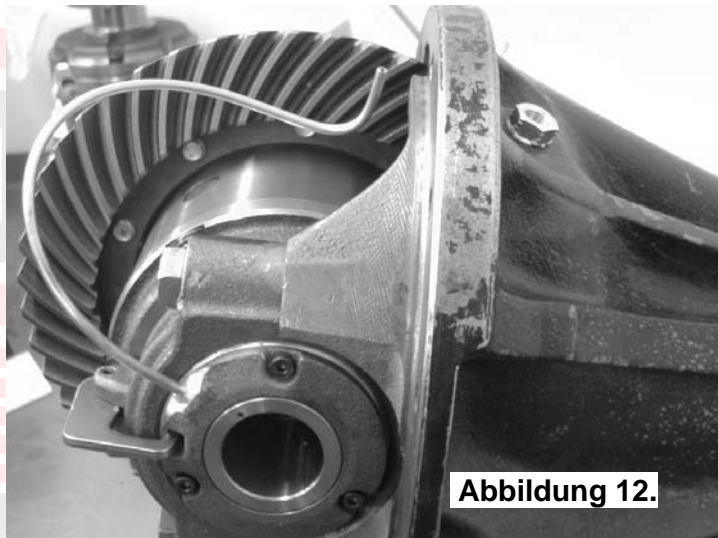

Abbildung 12.
- Biegen Sie das Luftröhrchen so, dass es an der Außenseite des Differentialgehäuses entlangführt. Verwenden Sie dazu keine scharfen Werkzeuge wie Zangen, am besten benutzen Sie dazu nur Ihre Hände. Dies ermöglicht das Kürzen des Röhrchens wobei das Luftröhrchens trotzdem noch immer an der Schottverschraubung herausragt. (siehe Abb. 12.).